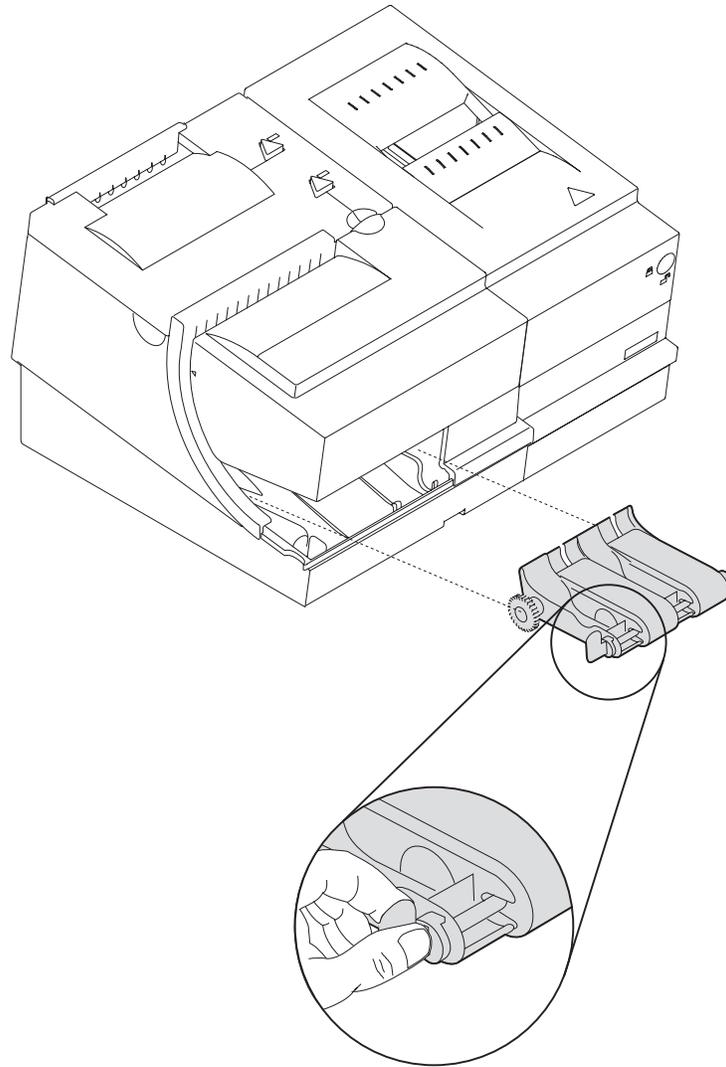

Figura 6-9. Extracción del cartucho del mecanismo de giro de cheques
3. Levante la lengüeta del lado izquierdo del cartucho del mecanismo de giro de cheques y extraiga el conjunto de la impresora. (Consulte la Figura 6-9 en la página 6-9.)